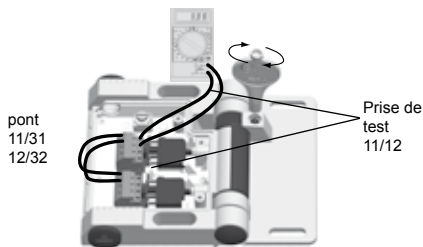

Fig. 5
3. Câbler les deux contacts NF en parallèle, raccorder borne 11 à 31 et borne 12 à 32 (Fig. 5).
4. Raccorder un ohmmètre aux bornes 11/12 des contacts NF ou utiliser les prises d'essai aux bornes (Fig. 5).